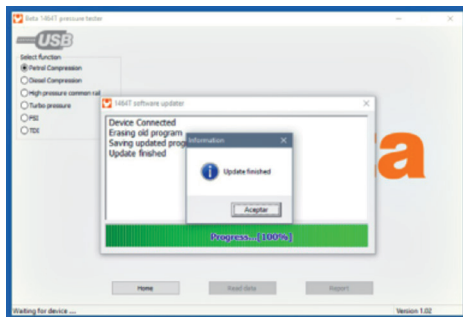

Fig. 7
- Attendere il completamento del processo di aggiornamento; sul PC comparirà il messaggio "Aggiornamento completato" (vedi fig. 7).